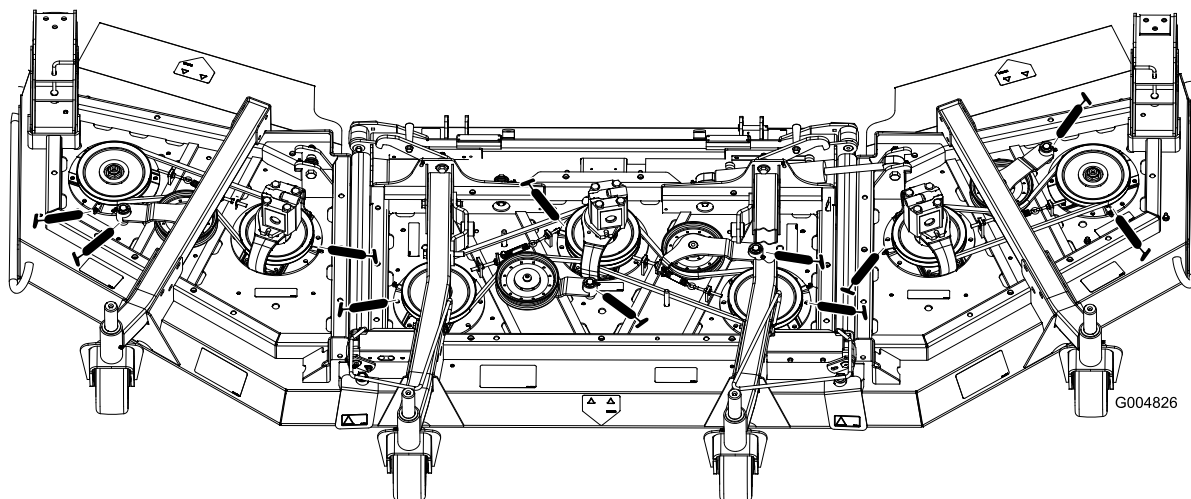

Figura 42
- Cojinetes del eje de la cuchilla (3) (Figura 42).
- Casquillos del pivote del brazo tensor (2) (Figura 42)